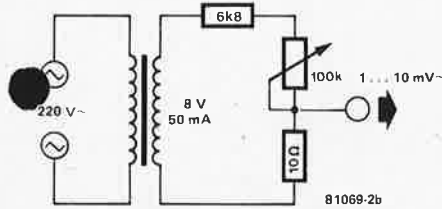

Figure 2. Ces deux montages auxiliaires permettront de prélever à moindre frais des tensions de référence indispensables au réglage.
Pour réussir cette opération, nous partons de la disposition suivante: le constructeur de ce module dispose d'un oscilloscope (position courant continu c.c.) ayant une sensibilité minimale de 50 mV/cm, ainsi que d'un multimètre universel ayant une résistance interne de 20 k $\Omega$ /V. Il a besoin également d'un certain nombre de tensions de référence qui pourront, elles, être extraites facilement de la tension d'alimentation, grâce au montage de secours décrit en figure 2. Avant de commencer tout réglage, il faut laisser à l'appareil le temps de se mettre à sa température (5 bonnes minutes devraient suffire). Nous allons ensuite positionner tous les potentiomètres ajustables, (il y en a 8), en position moyenne. Le réglage se fait à la manière des écrevisses, à reculons, en commençant par l'amplificateur de sortie.
Figure 2. Le détecteur de métaux d'Elektor utilise un circuit de boucle à asservissement de phase de manière à poser les jalons d'un oscillateur très stable à dérive très faible.
C'est pour faire face à tous ces inconvénients, qu'a été conçu et développé une boucle à asservissement de phase, mouture Elektor. Cette dernière compense toute dérive de la fréquence de l'oscillateur, due à un changement de valeur du condensateur. Le schéma en est un peu plus complexe, mais il reste relativement facile à comprendre à l'aide de la figure 2. Ce sont les composants  $R_a$ ,  $R_b$ ,  $R_c$ , et  $C_a$ ,  $C_b$ , qui déterminent la fréquence centrale du VCO (Voltage Controlled Oscillator = oscillateur commandé en tension). Ceci nous donne un signal rectangulaire qui sera transformé en onde sinusoïdale par l'amplificateur A1, avant d'être envoyé à la bobine de détection L1. Un certain pourcentage de ce signal est renvoyé capacitivement à l'entrée du comparateur de phase (PC), dont le produit de sortie est transmis à l'entrée de commande du VCO, après avoir traversé un filtre passe-bas. Ce filtre comprend  $R_c$  et  $C_a$ . La sortie du VCO est également renvoyée à l'autre entrée du comparateur de phase. Ces deux boucles de réinjection (feedback en anglais), permettent d'obtenir un oscillateur extrêmement stable très peu enclin à dériver.